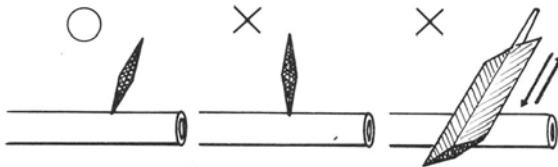

図 44 ガラス管の切り方 1
- (ア) ガラス管を切るときは、目立ヤスリ（羽ヤスリ）をガラス管に少し傾けて押し付け、更に前方に押し付けて傷を付ける。押したり引いたりしない。（図 44）